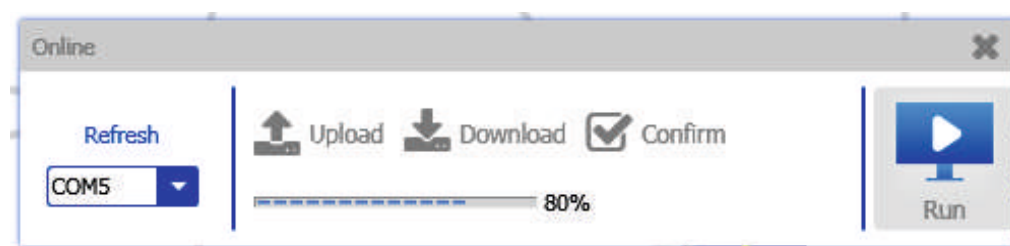

Рис. 11
5. Начнется загрузка проекта (Рис. 11).